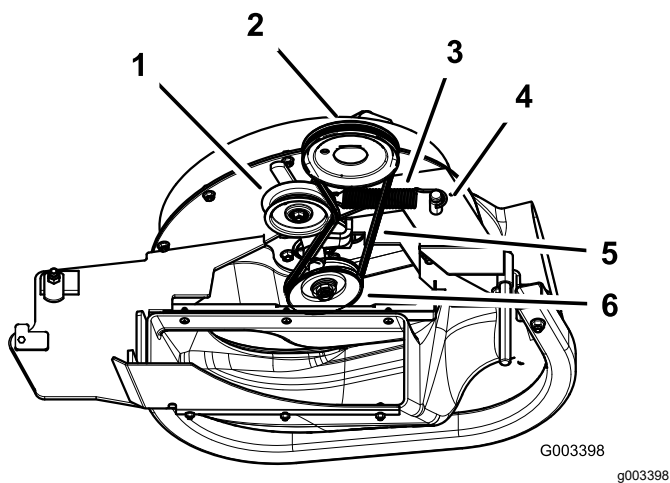

Figura 33
3. Tire hacia atrás de la polea tensora tensada con muelle para aliviar la tensión de la correa (Figura 33).
5. Pase la correa nueva alrededor de las poleas del soplador y de la polea de la carcasa de corte (Figura 33).
7. Tire hacia atrás de la polea tensada con muelle y pase la correa por la misma (Figura 33).